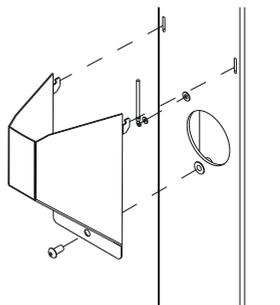

Imagen 4: fijación de la tapa del cable
7. Pase el cable de conexión a tierra por uno de los resaltes del cargador y conecte el cable de conexión a tierra al bloque de terminales (Pos. 15, página 3) y, a continuación, monte el cable de conexión a tierra en el poste, debajo del tornillo correspondiente. (ref. imagen 4)
8. Fije la placa de cubierta al poste con el perno antirrobo M8 x 20 mm (ref. imagen 4).